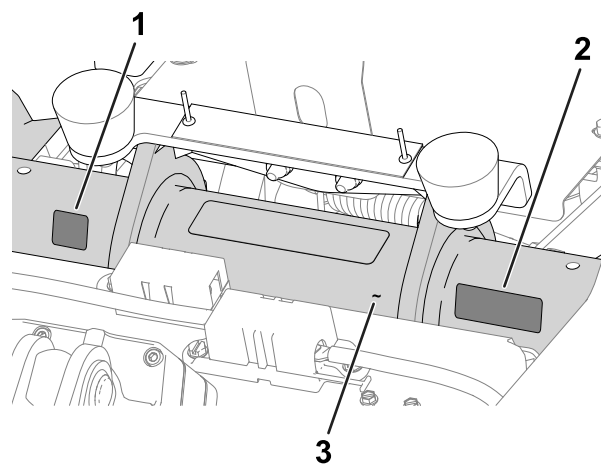

図 16
- 製造年デカル および CE/UKCA マークデカル運転席下のフレームチューブシリアル番号プレートの下に貼りつける 図 16 を参照。